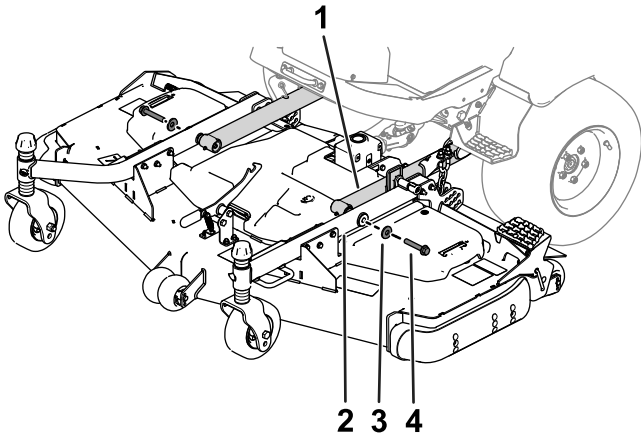

Figura 5
- Utilice 2 pernos y 2 arandelas para fijar los brazos de las ruedas giratorias a los brazos de elevación (**Figura 5**).